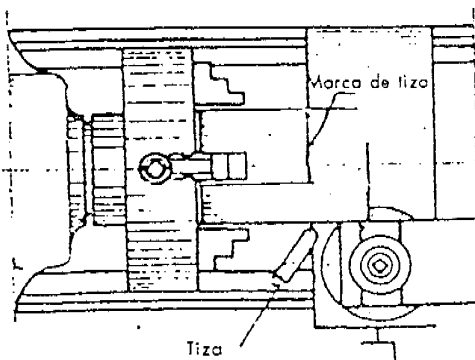

Figura 6
- 2. En el caso de materiales en bruto, se puede hacer el centrado usando tiza. Para ello, monte el material, ponga en movimiento el torno a baja velocidad, aproximando la tiza, para marcar la región de la pieza que queda más apartada del centro (Figura 6); a continuación, proceder como fue explicado en el centrado con gramil.